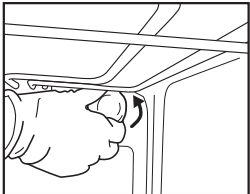

Bild 8
2. Skruva ur lampskyddet (Bild 8), byt ut glödlampan (se notering för typ av lampa) och skruva tillbaka lampskyddet.